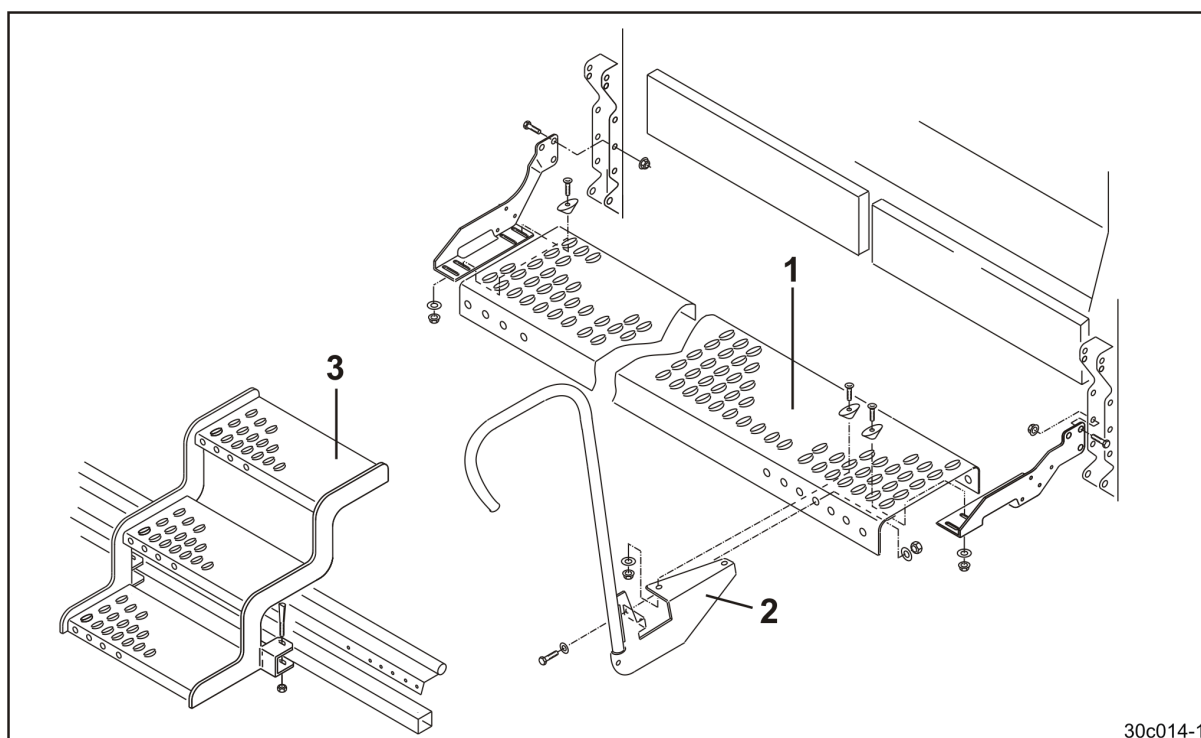

Fig. 60
La rejilla de paso (Fig. 60/1) ya está fijada a la máquina.
1. Atornillar el pasamano (Fig. 60/2).
2. Fijar los escalones (Fig. 60/3) junto al pasamano a la rastra.